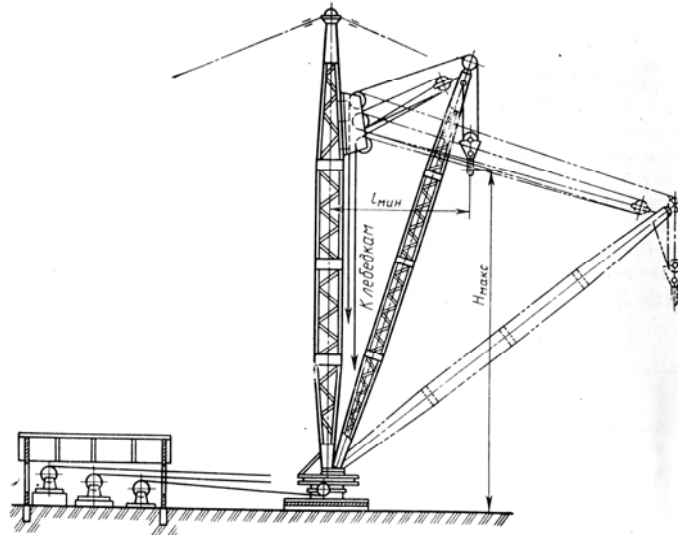

Рис. 1
1. Рассчитать механизм подъема мачтово-стрелового крана (рис. 1) по данным табл. 1.